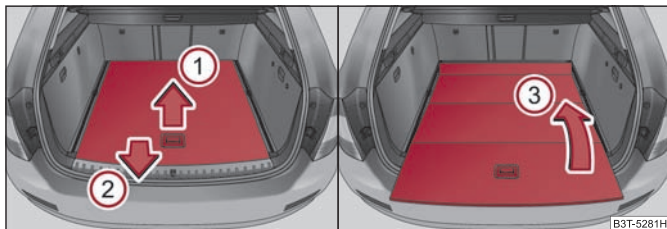
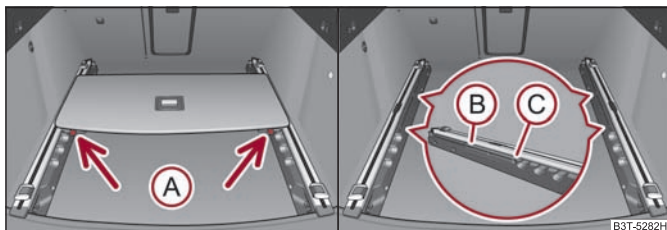

Fig. 23 Bagagliaio: ripiegamento del piano di carico variabile
Fig. 24 Bagagliaio: smontaggio del piano di carico variabile
- Afferrare la parte posteriore del pianale in corrispondenza della maniglia, sollevarla leggermente in direzione della freccia ① ⇒ fig. 23 ed estrarla al di sopra del paraurti in direzione della freccia ② finché non si aggancia nell'apertura ③ ⇒ fig. 24.
- Ripiegare il piano di carico spostandolo nel senso della freccia ③ ⇒ fig. 23.
- Premere i tasti delle sicure ④ ⇒ fig. 24 ed estrarre il piano.
- Spingere il avanti il piano finché non si aggancia nelle aperture ⑤ ⇒ fig. 24 delle guide.
- Premere con cautela in corrispondenza delle aperture ⑥ del piano finché questo non si aggancia in maniera udibile, event. premere i tasti delle sicure ④.